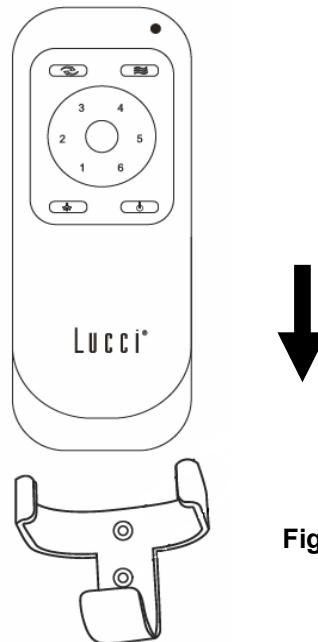

Fig. 12b
2. Fare scorrere il telecomando all'interno del supporto (Fig. 12b).